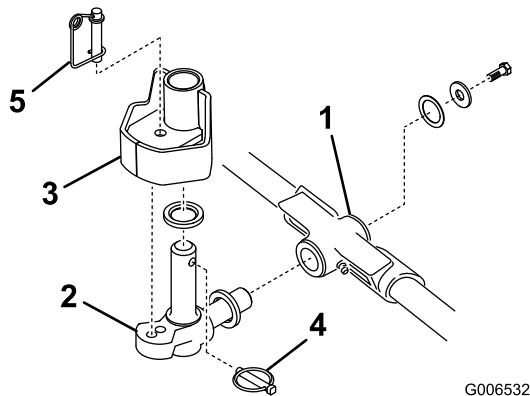

Figura 12
1. Introduzca una arandela de empuje en el eje horizontal del nudo del pivote tal y como muestra Figura 12.
2. Introduzca el eje horizontal del nudo del pivote en el tubo de montaje del bastidor de tiro (Figura 12).
3. Fije el nudo del pivote al bastidor de tiro con una arandela de empuje, una arandela plana y un tornillo de caperuza con arandela prensada (Figura 12).
4. Introduzca una arandela de empuje en el eje vertical del nudo del pivote (Figura 12).
5. Si no está ya instalado, introduzca el eje vertical del nudo del pivote en el buje de pivote del brazo de elevación (Figura 12).
6. Introduzca el pasador de seguridad en el taladro transversal del eje del nudo del pivote (Figura 12).
11. Enganche el alambre del muelle alrededor de la parte inferior del pasador de bloqueo de la dirección (Figura 12).
1. Monte una cuchilla en el molinete (Figura 12).